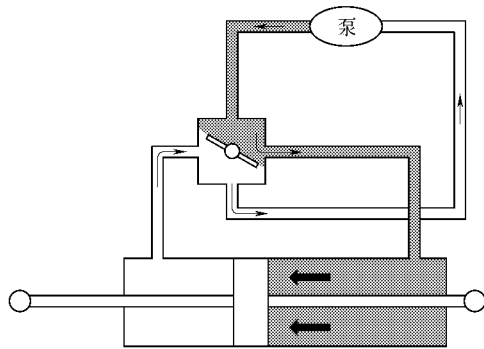

图 16-5 转向主轴向任一方向转动控制阀也随之而动
(2) 当汽车转向时，转向主轴便向任一方向转动，控制阀也随之而动，并关闭一个液压通道，如图 16-5 所示。同时使另一个通路开得更大，使液体流量改变并增加压力。结果，在活塞两侧形成压力差迫使活塞向压力小的方向移动，而使缸中的液体通过控制阀又被压回泵中，实现汽车转向。